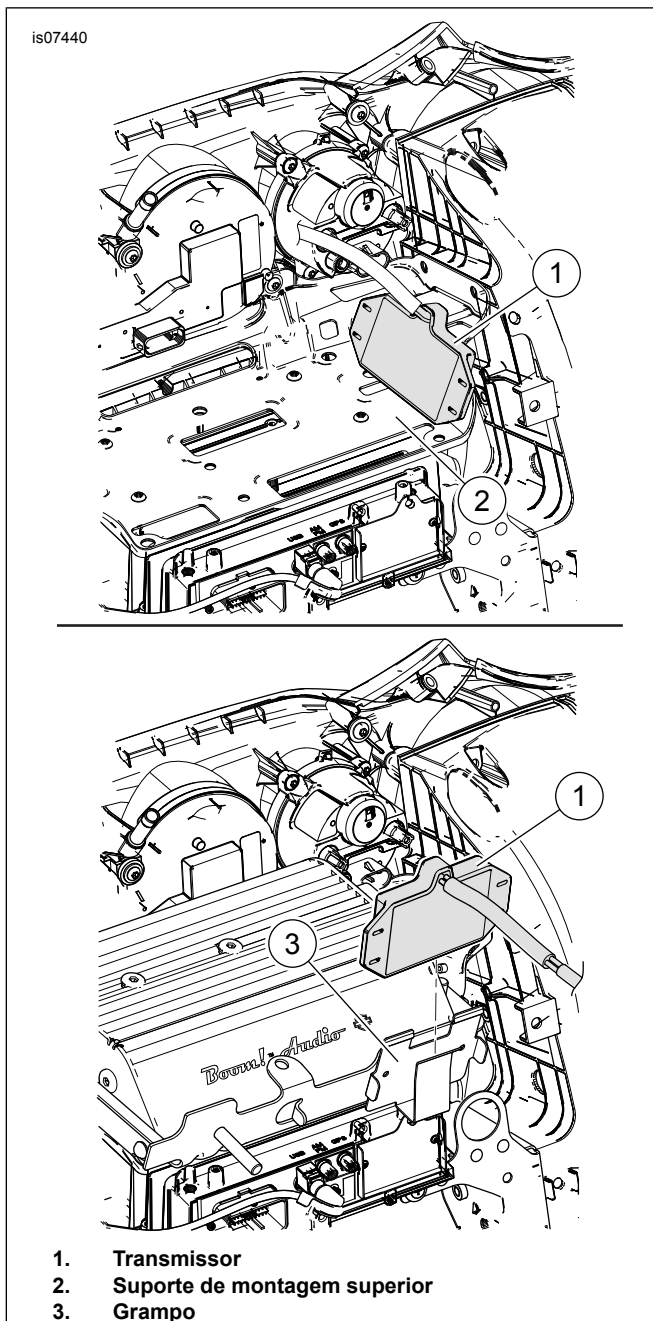

Figura 13. Montagem do transmissor (modelos Touring FLHT e FLHX de 2014-2016, ou modelos Trike)
2. Ver Figura 13 . **Modelos SEM amplificador montado na carenagem:**
- b. Monte o transmissor (1) no lado esquerdo do suporte de sustentação superior.
- a. Introduza o transmissor (1) no encaixe (3) situado na parte da frente do suporte de montagem do amplificador.